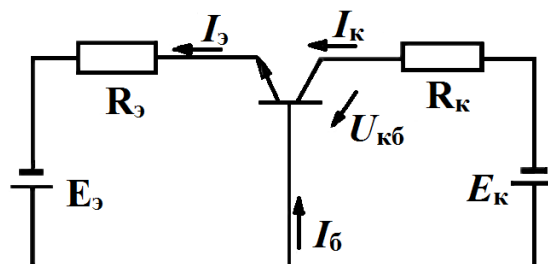

Рис. 2.61. Схема к задаче 7
7. Транзистор *n-p-n*-типа включен по схеме рис. 2.61.